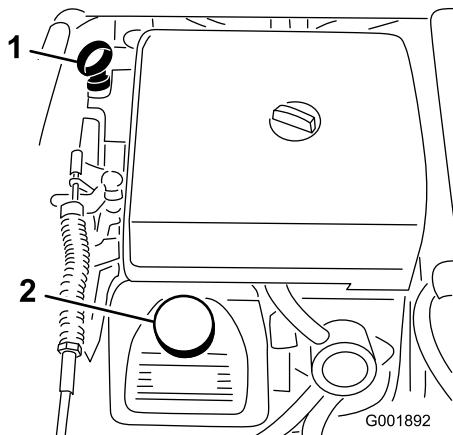

Bild 20
2. Nehmen Sie den Peilstab heraus und wischen Sie ihn mit einem sauberen Lappen ab (Bild 20). Stecken Sie den Peilstab in das Rohr und stellen Sie sicher, dass er vollständig eingeführt ist. Nehmen Sie den Peilstab heraus und prüfen Sie den Ölstand.
3. Wenn der Ölstand niedrig ist, nehmen Sie den Deckel des Einfüllstutzens von der Ventilabdeckung ab (Bild 20) und füllen Sie Öl auf, bis der Ölstand die Vollmarke am Peilstab erreicht. Angaben zur richtigen Ölsorte und zur Viskosität finden Sie unter Warten des Motoröls“im Abschnitt Wartung“. Gießen Sie Öl langsam ein und prüfen Sie den Ölstand häufig während des Füllens. Füllen Sie nicht zu viel ein.